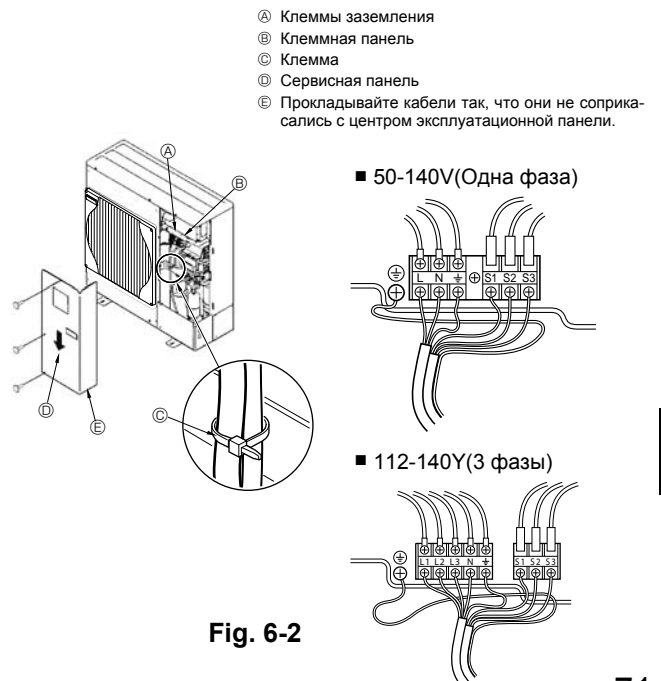

Fig. 6-2
### 6.1. Наружный прибор (Fig. 6-1, Fig. 6-2)
- Подсоедините кабели, как указано на Fig. 6-1 и Fig. 6-2.